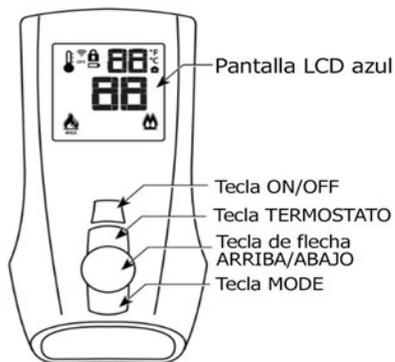
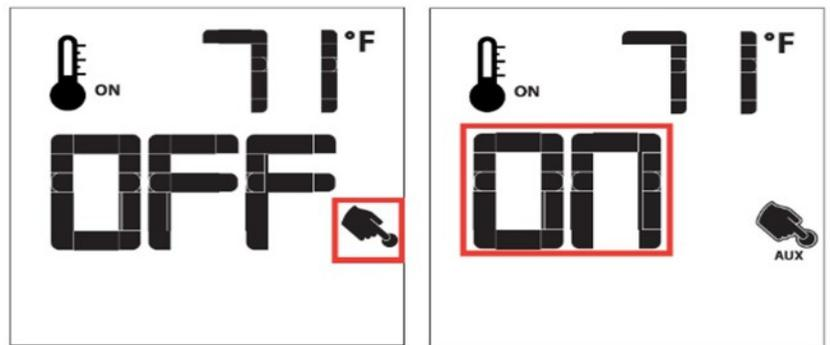
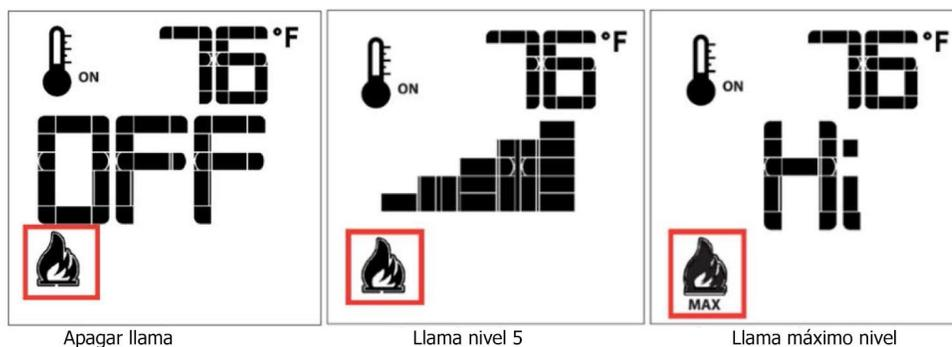
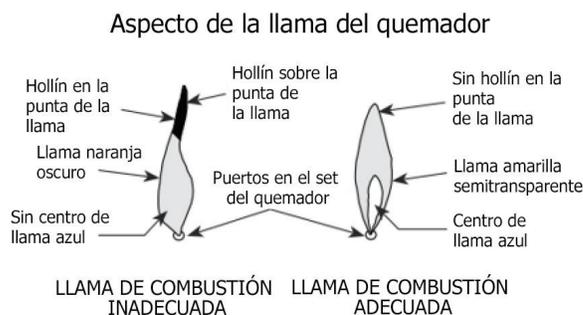

FIGURA 62
FIGURA 63
FIGURA 64
FIGURA 66
Pulse la tecla ON/OFF del control remoto (**Figura 62**). Un único pitido del módulo confirmará la orden. Pulse la tecla MODE hasta que el icono AUX sea visible (**Figura 63**). Presionando la tecla de flecha hacia arriba, el AUX se pondrá en "ON" y esto activará el ADC100 para encender el ventilador y el amortiguador. Presione la tecla MODE hasta que aparezca la pantalla de nivel de llama (**Figura 64**) y luego presione la tecla ON/OFF para apagar el sistema. El sistema del hogar se iniciará ahora una vez que se presione la tecla "ON" del control.
El sistema tiene seis (6) niveles de llama. Ver (**Figura 66**) para un ejemplo. Con el sistema encendido y el nivel de la llama al máximo en el dispositivo, al pulsar la flecha hacia abajo una vez se reducirá el nivel de la llama cada vez que se pulsa hasta que se apague. La flecha hacia arriba aumenta el nivel de la llama cada vez que se pulsa. Si se pulsa la flecha hacia arriba mientras el sistema está encendido, pero la llama está apagada, la llama se encenderá en el nivel más alto (**Figura 64**). Un único "bip" confirmará la recepción de la orden.
Ajustar el dispositivo para que las llamas se vuelvan anaranjadas antes puede dar lugar a una mala combustión, a la formación de hollín y a una situación peligrosa. Ver (Figura 66) que muestra la apariencia adecuada de la llama.